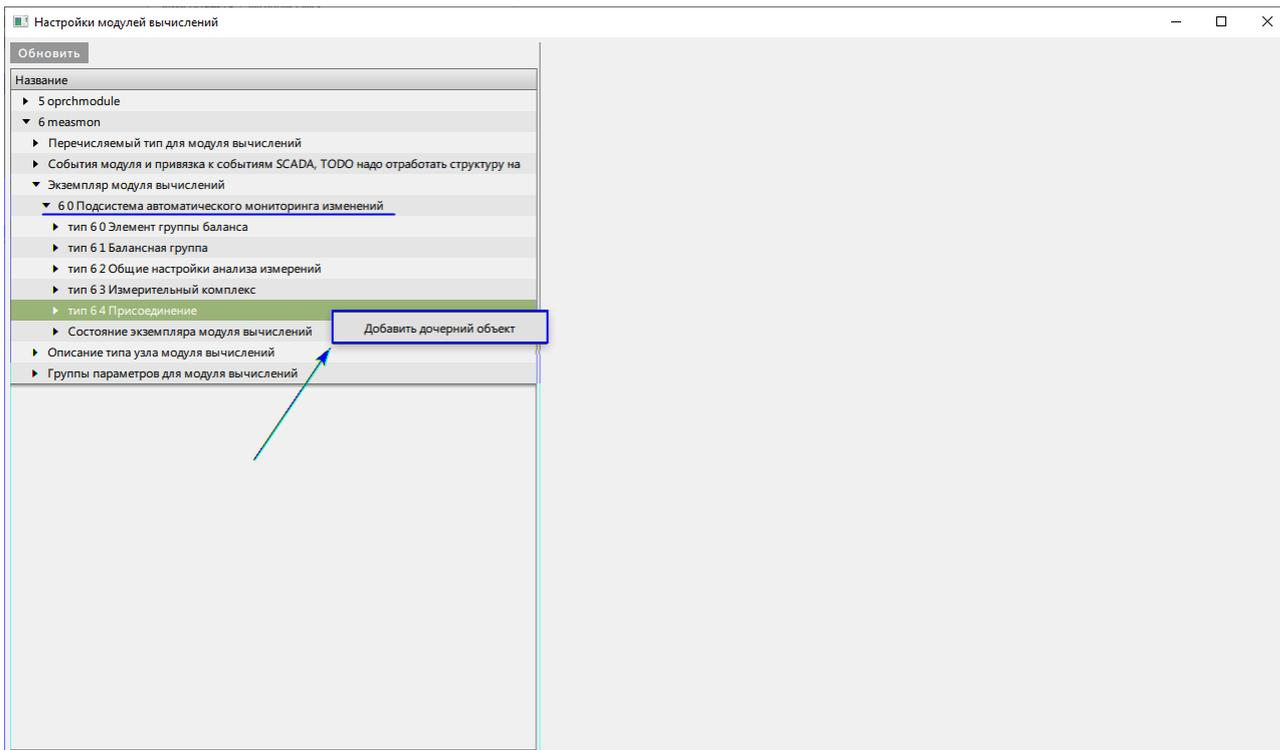

Рисунок 441 - Добавить дочерний объект
2. Нажмите по узлу **тип 6 4 Присоединение** и выберите **Добавить дочерний объект** (Рисунок 441).